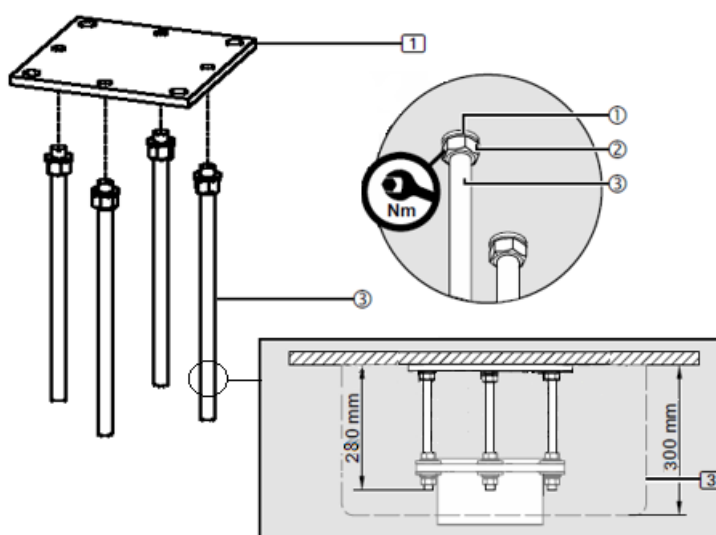

Fig. 5 Montage van interfaceplaat zonder verlaagd plafond
- Voor de plafondafwerking (3), die een hoogte van 300 mm heeft, moeten de 6/12 M16 x 350 mm schroefbouten ③ op 280 mm worden afgeknipt. Zie afb. 5.
- Verwijder voorzichtig de bramen van de schroefbouten M16 x 350 mm ③ om ervoor te zorgen dat het schroefdraad zo goed mogelijk in de tussenplaat (1) past.
- Draai 1 zeskantmoer M16 (2) op elk van de schroefbouten M16 (3) en plaats vervolgens 1 veerring (1) op elk van de bouten.